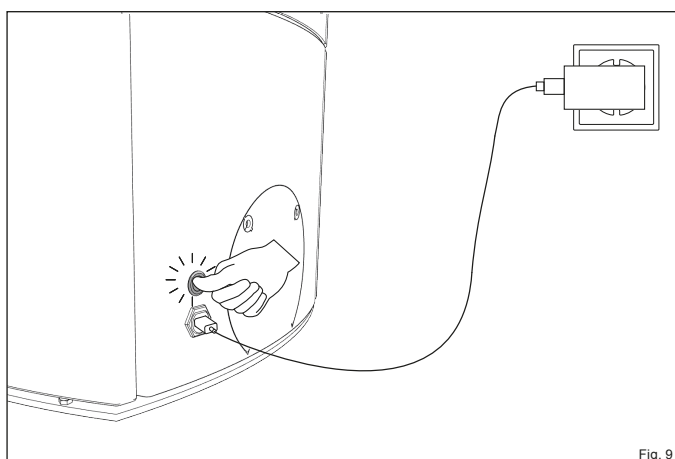

Fig. 9
- ▶ Appuyez sur l'interrupteur marche/arrêt (Fig. 9).